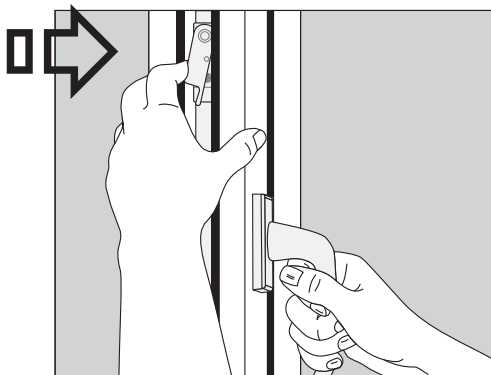

Рис. 6
2. Одной рукой нажмите на рычаг блокировщика (рис.6), расположенного на створке в области ручки, а второй рукой поверните ручку в горизонтальное положение. Ножницы на створке и раме должны соединиться.